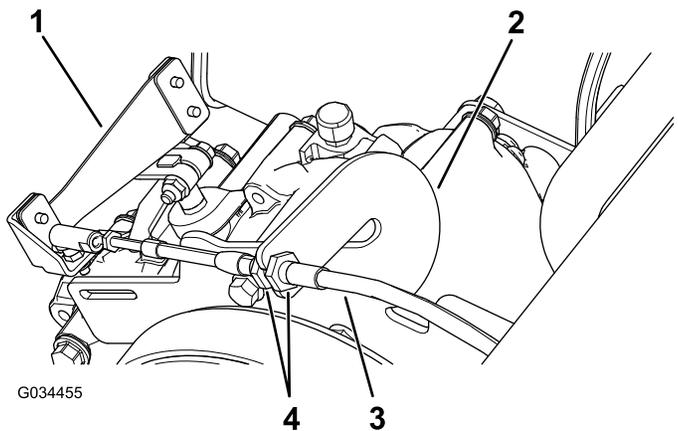

図 57
1. ギアシフトケーブルのジャムナットをゆるめて調整を行う (図 57)。
2. ギアシフトセレクトを3つの位置のそれぞれに回して、シフトレバー 図 57が適切にシフトするかどうか確認する ギアシフトレバーとギアシフトインジケータ \(ページ 11\)を参照。